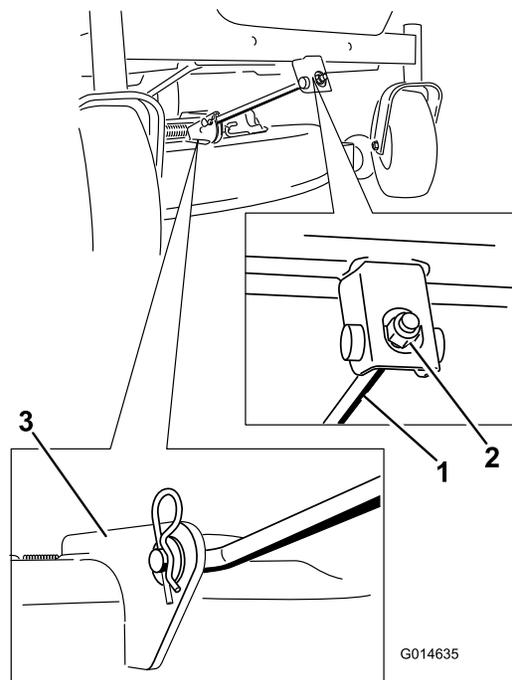

Figura 55
5. Rimuovete il perno con testa dall'asta di supporto frontale e rimuovete l'asta dalla staffa del piatto di taglio (Figura 55). Abbassate con cautela la parte anteriore del piatto di taglio fino al suolo.
6. Montate l'asta di sostegno anteriore sul piatto di taglio con il perno con testa e la coppiglia a forcina (Figura 55).